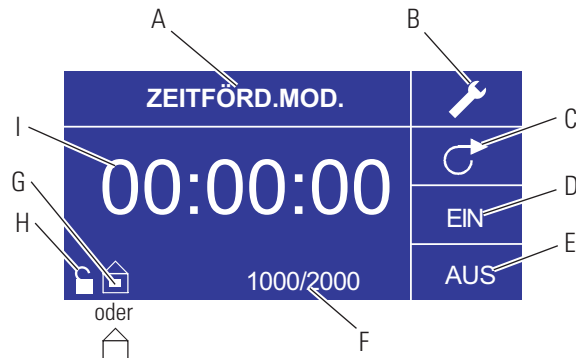

Abbildung 3-4. Zeitförderungsmodus-Bildschirm
- I. **Zeitanzeige:** Die Stellen in der Mitte zeigen die Restzeit des Antriebs für EIN oder AUS, die auf der rechten Seite des Bildschirms hervorgehoben ist (Position D oder E, Abbildung 3-4).
6. **Einstellen der EIN-Zeit:** Zum Einstellen der EIN-Zeit verwenden Sie die Richtungspfeile und die EINGABETASTE, um das EIN-Feld zu wählen (siehe Position D, Abbildung 3-4). Damit heben Sie den Zeitgeber in der Mitte des Bildschirms hervor (siehe Position I, Abbildung 3-4). Wenn Sie die EINGABETASTE erneut drücken, kann der Zeitgeber mit dem AUF- und ABWÄRTS-Pfeil eingestellt werden. Springen Sie mit den LINKS-/RECHTS-Pfeilen von einer Stelle zur anderen. Nach Auswahl der optimalen EIN-Zeit die EINGABTASTE erneut zur Validierung drücken. Der Antrieb wird jetzt so lange laufen, wie Sie es in der Mitte des Bildschirms eingestellt haben.
7. **Einstellen der AUS-Zeit:** Zum Einstellen der AUS-Zeit verwenden Sie die Richtungspfeile und die EINGABETASTE, um das AUS-Feld zu wählen (siehe Position E, Abbildung 3-4). Damit heben Sie den Zeitgeber in der Mitte des Bildschirms hervor (siehe Position I, Abbildung 3-4). Wenn Sie die EINGABETASTE erneut drücken, kann der Zeitgeber mit dem AUFWÄRTS- und ABWÄRTS-Pfeil eingestellt werden. Springen Sie mit den LINKS-/RECHTS-Pfeilen von einer Stelle zur anderen. Nach Auswahl der optimalen AUS-Zeit die EINGABTASTE erneut zur Validierung drücken. Der Antrieb wird jetzt so lange gestoppt, wie Sie es in der Mitte des Bildschirms eingestellt haben. (**HINWEIS:** Wenn die AUS-Zeit auf 00:00:00 eingestellt wird, erfordert der Antrieb eine START/STOPP-**eingabe** vom Tastenfeld aus oder vom I/O-Anschluss aus, um mit der nächsten Förderung zu beginnen).
8. **Auswahl der Losgröße:** Vor dem Betrieb des Antriebs zu den ausgewählten EIN- und AUSSchaltzeiten wählen Sie eine Losgröße für den Betrieb. Dazu verwenden Sie die Richtungstasten und die EINGABETASTE zur Auswahl des BATCH-Symbols (siehe Position F, Abbildung 3-4). Drücken Sie im Batch-Zahl-Bildschirm die EINGABETASTE und verwenden Sie dann die AUFSWÄRTS- und ABWÄRTS-Pfeile, um die gewünschte Losgröße auszuwählen. Springen Sie mit den LINKS-/RECHTS-Pfeilen von einer Stelle zur anderen. Drücken Sie die EINGABETASTE erneut, um die ausgewählte Losgröße zu bestätigen. Wenn diese Zahl auf Null (0) eingestellt ist, läuft der Antrieb auf unbestimmte Zeit und das ∞ Symbol wird angezeigt. Wählen Sie mit den Pfeiltasten BEENDEN, um zum Zeitförderungsmodus-Betriebs-Bildschirm zurück zu kehren.
10. **Batch zurücksetzen:** Dazu verwenden Sie die Richtungstasten und die EINGABETASTE zur Auswahl des LOS-Symbols (siehe Position F, Abbildung 3-4). Verwenden Sie im Batch-Zahl-Bildschirm die Pfeiltasten, um ZURÜCKSETZUNG zu wählen und drücken Sie dann die EINGABETASTE, um die Batch-Zahl zurück zu setzen; wählen Sie BEENDEN, um zum Hauptbildschirm für den Zeitförderungsmodus-Betrieb zurück zu kehren.